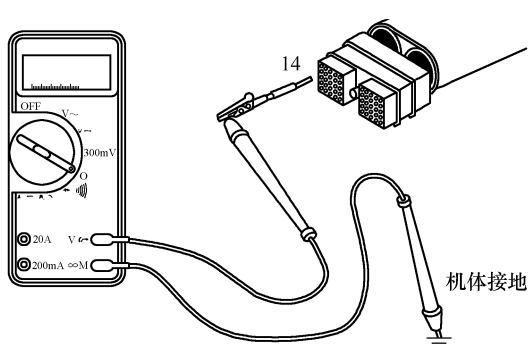

图 5-208 测量触针 14 与机体间的电阻
(1) 电阻检查
① 从 ECM 上拆下 OEM 线束插头,测量 OEM 线束插头触针 14 与机体间的电阻,如图 5-208 所示。